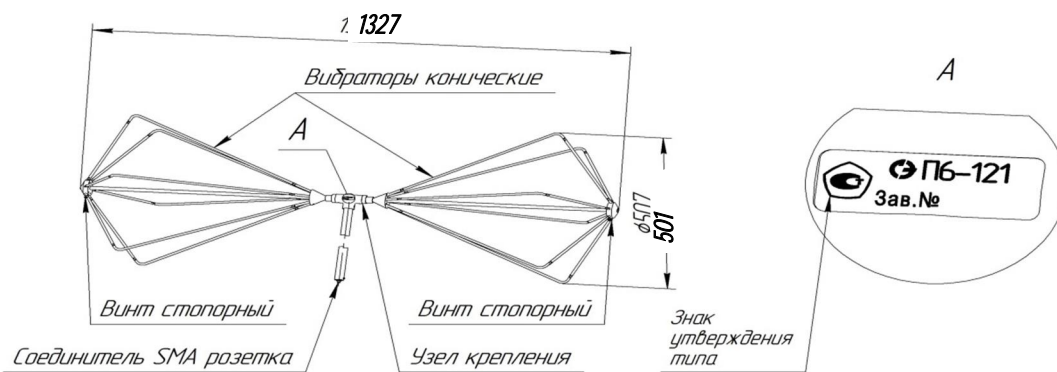

Рисунок 1 – Общий вид антенны Пб-121 в развёрнутом положении.
Общий вид антенны Пб-121 в развёрнутом положении приведен на рис. 1.
5.2.2 Монтаж складной антенны П6-121 производится в соответствии с рис. 1 в следующей последовательности: